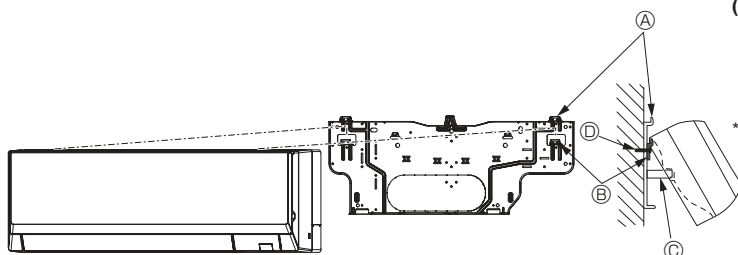

Fig. 3-12
- Quando não for possível levantar e pendurar a unidade interior com o gancho normal (a dimensão que corresponde a Ⓞ na secção 2.1. (o espaço livre entre o tecto e a unidade) é igual ou inferior a 75 mm), pendure a unidade no gancho inferior para a tubagem esquerda. (Fig. 3-12)
(Fig. 3-12)